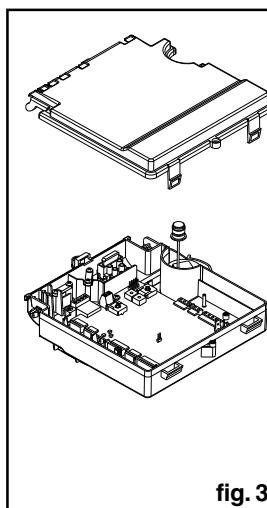

fig. 3.7
- rimuovere la copertura morsettiera (fig. 3.7)